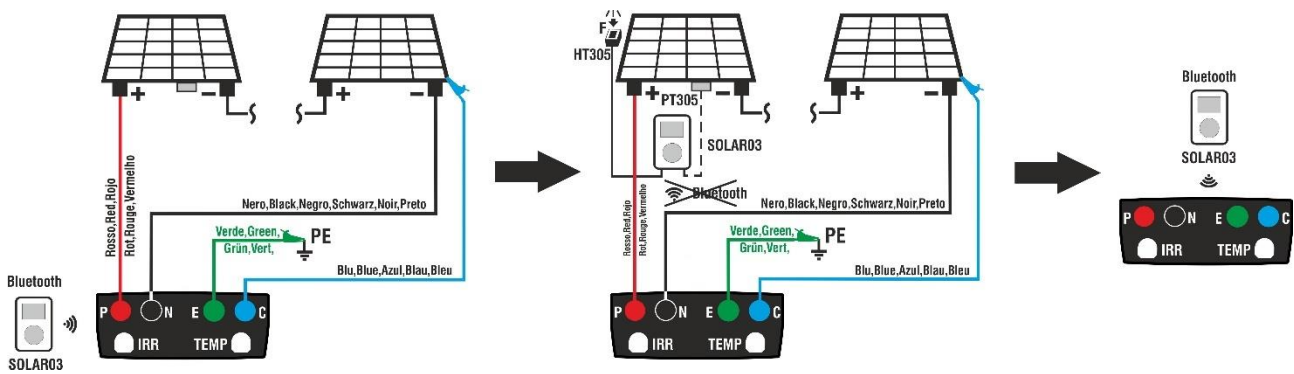
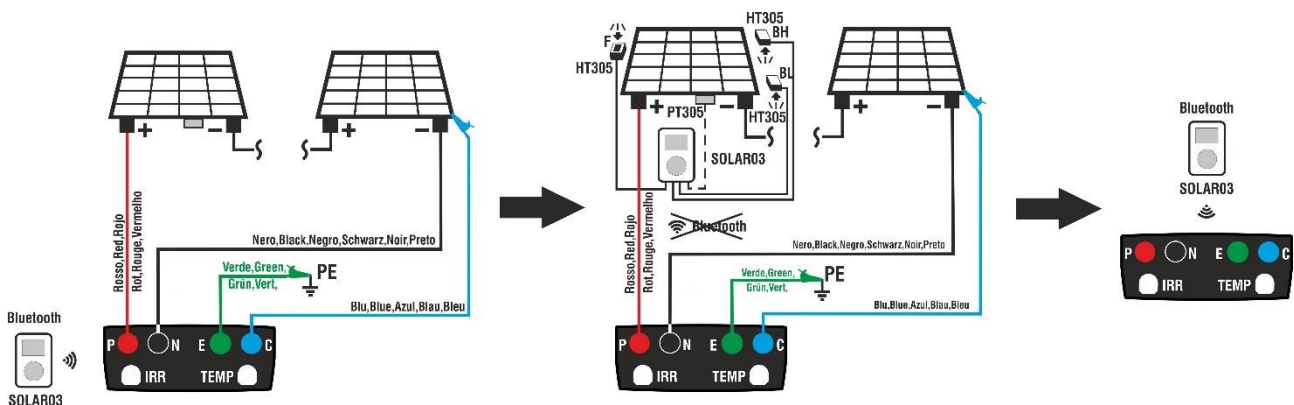

Fig. 14: Uso con SOLAR03 in registrazione su moduli Monofacciali
Fig. 15: Uso con SOLAR03 in registrazione su moduli Bifacciali
2. Collegare lo strumento al modulo/stringa in prova ed eventualmente al nodo principale di terra dell'impianto e alle masse metalliche messe a terra come mostrato nelle Fig. 14 (moduli Monofacciali) o Fig. 15 (moduli Bifacciali). In particolare:
4. Avvicinare l'unità remota SOLAR03 allo strumento come mostrato nelle Fig. 14 o Fig. 15 – parte sinistra
7. Portare l'unità remota in prossimità dei moduli e collegare le sonde di irraggiamento/temperatura come mostrato nelle Fig. 14 o Fig. 15 – parte centrale. **Avendo già avviato la registrazione sulla unità remota SOLAR03 non è necessario il mantenimento della connessione Bluetooth.** Il mantenimento della connessione (se possibile) consentirà solamente il poter avere immediatamente l'esito della prova senza attendere la fine della campagna di misure